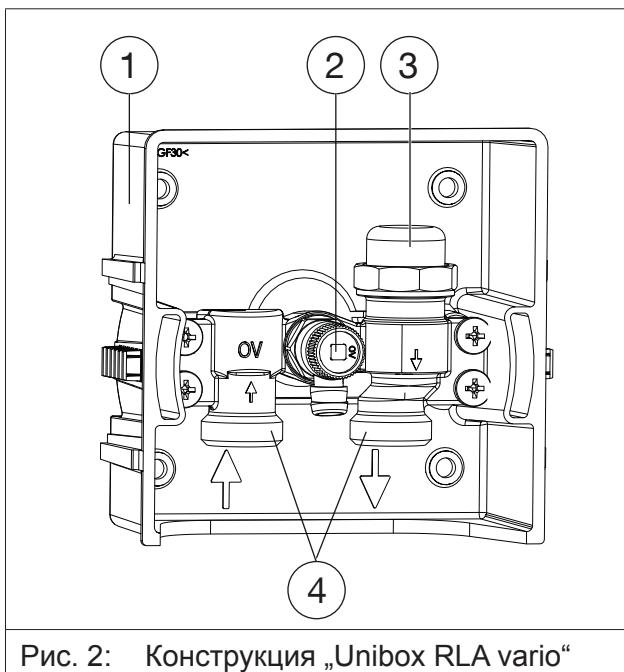

Рис. 2: Конструкция „Unibox RLA vario“
1. Открутите колпачок вентиля с отключением (см. рис. 2 на стр. 7 или рис. 4 на стр. 8).